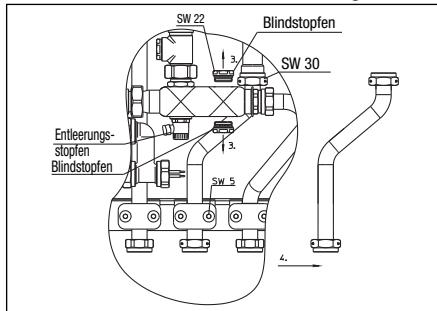

Abb. 4 Ausbau der Einzelteile
- Die gesamte Wohnungsstation „Regudis W-HTU“ entleeren. (z.B. mit Hilfe des Entleerungsstopfens Abb. 4)